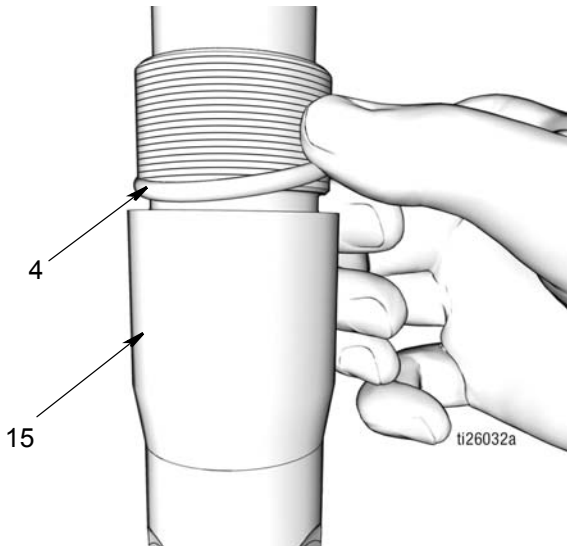

FIG. 44
- a. Utiliser un chiffon propre pour essuyer le clapet anti-retour de sortie (15) et supprimer toute saleté ou tout contaminant. Examiner la surface et rechercher d'éventuels rayures ou dégâts. Remplacer les pièces endommagées.
- b. Appliquer une mince couche de graisse sur le joint torique (4). Monter le joint torique sur le clapet anti-retour de sortie (15) (FIG. 44).